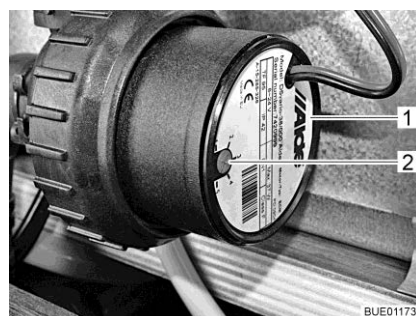

Bild 140 Drehzahlreduzierung
Mit dem Drehregler (Bild 140,2) kann die Drehzahl der Umwälzpumpe eingestellt werden. Bei reduzierter Drehzahl verringern sich die Laufgeräusche der Pumpe.
Der Drehregler befindet sich an der Umwälzpumpe (Bild 140,1).
- Den Drehregler (Bild 140,2) gegen den Uhrzeigersinn drehen. Die Leistung ist verringert.